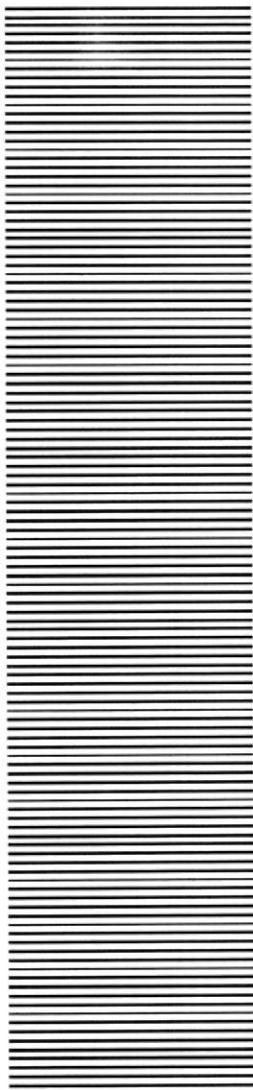

*Figura 3.13 Pantalla de Confirmación*
- **QUITAR TODO** **Quitar todo** Esta opción se eliminarán todos los archivos que son utilizados por el sistema de Control de Trámites SCT, antes de ello aparece una ventana de confirmación de la acción de quitar todos los archivos compartidos (ver figura 3.13)